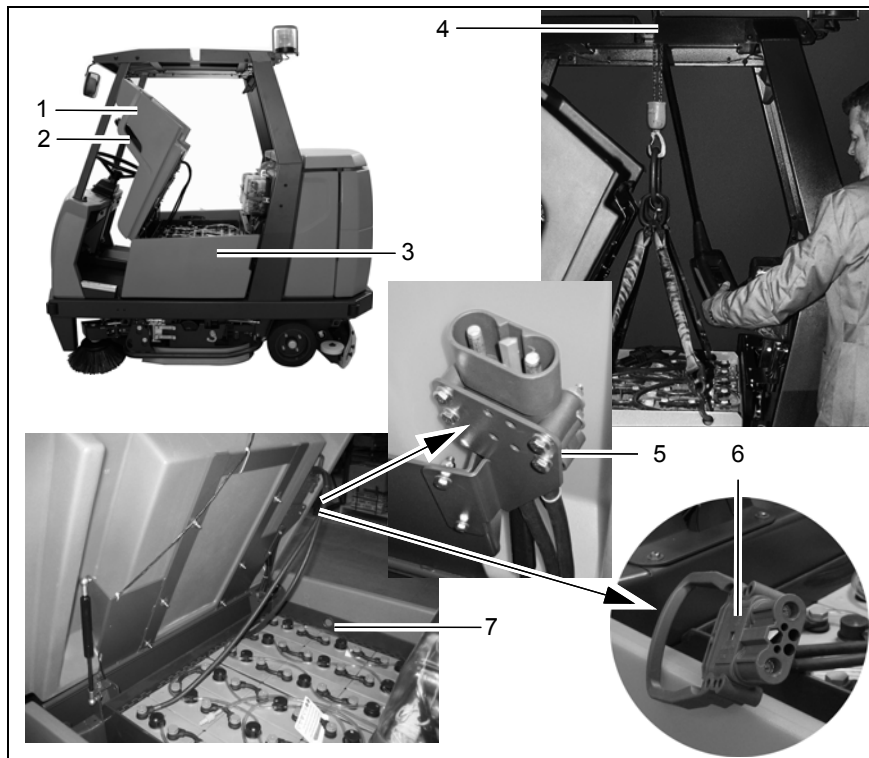

Abb. 24
2. Seitentüren links und rechts (Abb. 24/3) öffnen.
(Abb. 24/2) anfassen und nach vorne hochziehen.
Sitzkonsole (Abb. 24/1) von der rechten Fahrzeugseite aus hochklappen, da andernfalls die Hände zwischen Sitzkonsole und (vorhandenem) Fahrerschuttdach gequetscht werden könnten.
4. Batterie- und Maschinenstecker (Abb. 24/5+6) voneinander trennen.
Ist Ihre Scheuersaugmaschine mit einem Fahrerschuttdach ausgestattet, die Trogbatterie von der linken Fahrzeugseite aus herausheben. Das Fahrerschuttdach hat links eine Aussparung (Abb. 24/4) für das Seil des Hebwerkzeugs.
5. Hebezeug von links an die Batterie führen und die Haken in die Anschlaglöcher des Batterietrogs (Abb. 24/7) einhängen.
1. Seitentüren links und rechts (Abb. 24/3) öffnen.
2. Die Sitzkonsole (Abb. 24/1) am Griff (Abb. 24/2) anfassen und nach vorne hochschwenken.
Ist Ihre Scheuersaugmaschine mit einem Fahrerschutzdach ausgestattet, kann die Trogbatterie nur von der linken Fahrzeugseite aus eingesetzt werden; das Fahrerschutzdach hat nur links eine Ausparung (Abb. 24/4) für das Seil des Hebewerkzeugs.
Batteriestecker (Abb. 24/6) und Maschinenstecker (Abb. 24/5) miteinander verbinden. Auf festen Sitz achten.